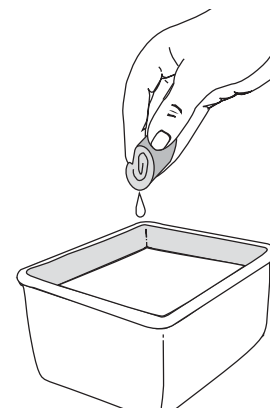

Fig. 23
3. Lave el filtro con agua y detergente (Fig. 23). Enjuague bien el filtro. Escorra el exceso de agua. Déjelo secar por completo.